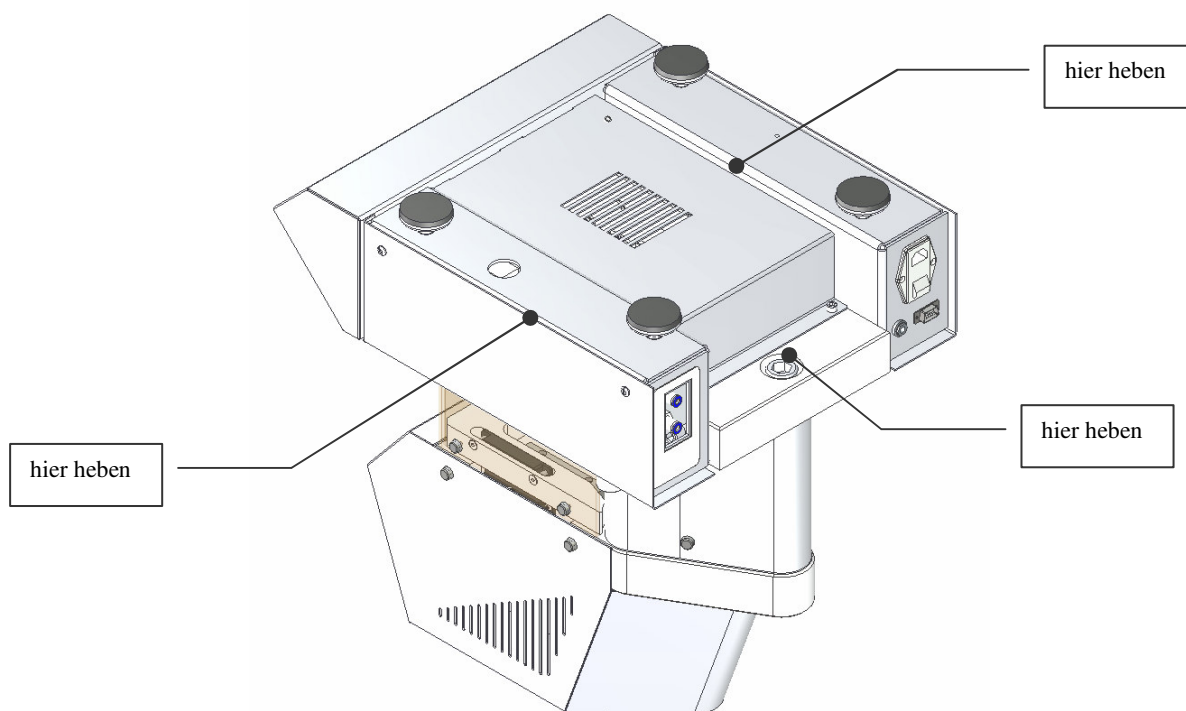

Abbildung 1: Hebe-Punkte (umgedreht dargestellt, nur zur Illustration)
Abbildung 1: Hebe-Punkte (umgedreht dargestellt, nur zur Illustration)	8
- 2.4.1. Bitte prüfen Sie, daß die Serien-Nummer auf der Instrumenteplatte übereinstimmt mit der Nummer auf Ihrem Lieferschein, um zu bestätigen, daß das richtige Modell des Instruments geliefert wurde. Die Serien-Nummern-Platte befindet sich auf der Edelstahl-Abdeckung, wenn man von der Vorderseite des Instruments guckt. Siehe Abbildung 1.